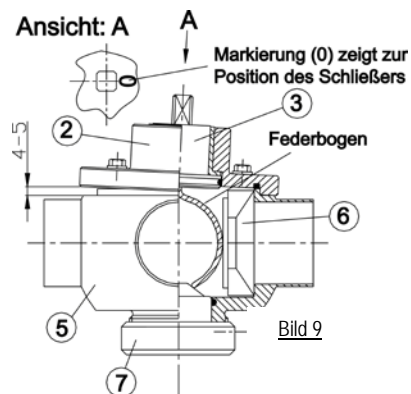

Bild 9
- Einsetzen der Lagerbuchse (9) in den Ventildeckel (2).
- Einsetzen der O-Ringe (4), (8) und (10).
- Zusammenfügen der Ventilspindel mit Federbogen (3) und des Ventildeckels (2). Die Markierung (0) am Vierkant der Ventilspindel (3) beachten → zeigt die Position des Schließers (6) an (siehe Bild 9).
- Einsetzen des Schließers (6) in den Ventilkörper (5).
- Montage der Ventilspindel mit Federbogen (3) zusammen mit dem Ventildeckel (2) an den Ventilkörper (5) wie folgt:
- Der Federbogen der Ventilspindel (3) ist so ausgelegt, dass er auf den Schließer (6) bei der Montage einen definierten Druck ausübt. Hierbei steht der Ventildeckel (2) aufgrund der Federvorspannungscharakteristik auf der gegenüberliegenden Seite des Schließers ca. 4-5mm vom Ventilkörper (5) nach oben ab (siehe Bild 9).
- Um den Schließer (6) nicht zu beschädigen, darf er beim Einbau in den Ventilkörper (5) nicht gegen einen Ventilausgang gesetzt werden, sondern muss zur Rückwand zeigen.
- Fixieren des Handhebels (1) in seiner gewünschten Position. Hinweis: Wenn das Bogenventil / Molchweiche mit einem pneumatischen Antrieb versehen wird, muss vor der Antriebsmontage der Vierkant der Ventilspindel (3) mithilfe eines Gabelschlüssels und der Markierung (0) in die gewünschte Position des Schließers gedreht werden.
- Befestigungsschrauben (12) des Ventildeckels ansetzen und anziehen.
- Anzugsmutter (7) mit Stirnlochschlüssel und Drehmomentschlüssel an den Ventilkörper (5) schrauben und mit 4Nm anziehen. Alternativ: Anzugsmutter (7) von Hand soweit als möglich (ohne Zuhilfenahme eines Werkzeuges) an den Ventilkörper (5) schrauben, Ventil mehrmals schalten (ca. 5 mal) und dann noch einmal die Anzugsmutter (7) von Hand und/oder mit Stirnlochschlüssel leicht nachziehen (ca. 90°).
- Anschließend Anzugsmutter (7) mit seitlichem Gewindestift (13) gegen Verdrehen sichern.